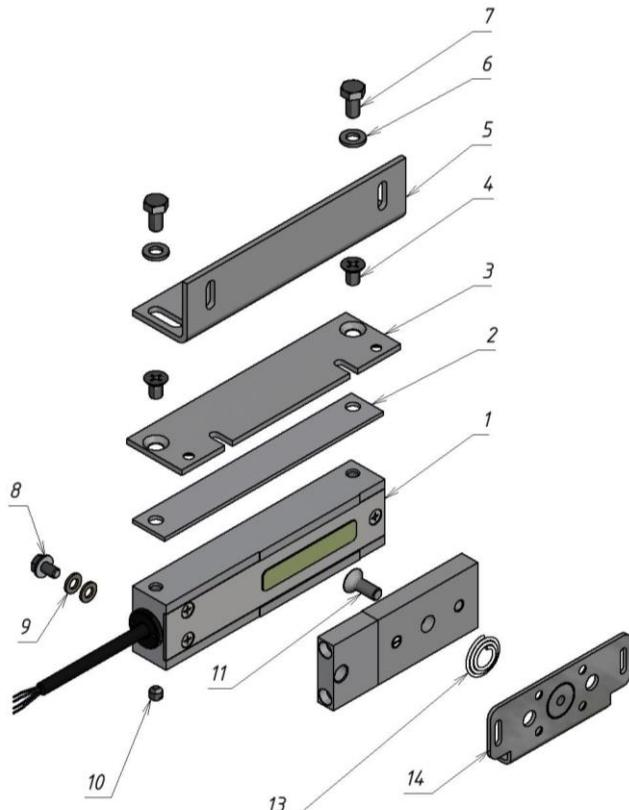
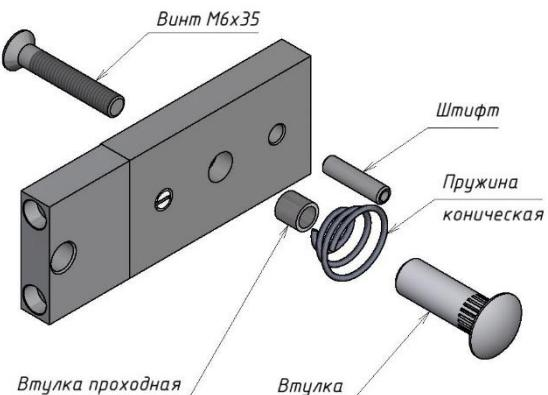

Рисунок 1 – Комплект поставки
Рисунок 2 - Комплект крепления якоря
4.1 В комплект поставки замка входят (рисунок 1):
- корпус M20 (1)	1 шт.
- планка узкая M20 (2)	1 шт
- пластина M20 (3)	1 шт.
- винт M6x10 потайн. (4)	2 шт.
- угольник M20 (5)	1 шт.
- шайба 6 (6)	2 шт.
- болт M6x12 (7)	2 шт.
- винт заземления M5x8 (8)	1шт.
- шайба 5 (латунь) (9)	2 шт.
- винт M6x6 уст. (нерж.) (10)	2 шт.
- винт M6x16 (потайн.) под ключ S4 (11)	1 шт.
- якорь M20 (12)	1 шт.
- пружина коническая (13) (из комплекта крепления якоря)	1 шт.
- кронштейн якоря M20 (14)	1 шт.
- комплект крепления якоря (рисунок 2)	1 шт.
Замок состоит из корпусной части и якорной части (рисунок 1). Для обеспечения эксплуатационных характеристик рабочие поверхности корпуса и якоря должны быть совмещены и плотно прилегать друг к другу при закрывании двери.
Корпус замка может крепиться при помощи угольника (5) или через монтажную пластину (3) (рисунок 1). Если позволяет конструкция места монтажа, допускается крепление непосредственно через крепежные отверстия в корпусе замка (резьба M6), длина винтов в этом случае определяется по месту, при этом в тело корпуса винты должны входить не более чем на 8мм.
- с помощью комплекта крепления якоря с отверстиями в двери для винта крепления якоря и фиксирующего штифта (рисунок 2);
- без отверстий в двери, с помощью монтажной пластины крепления якоря (12) (рисунок 1).